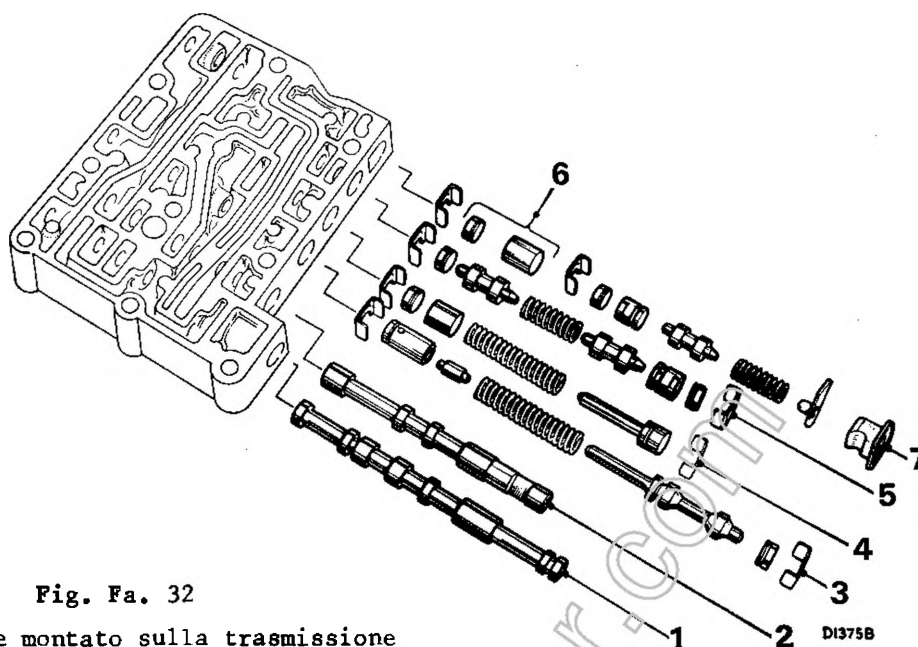
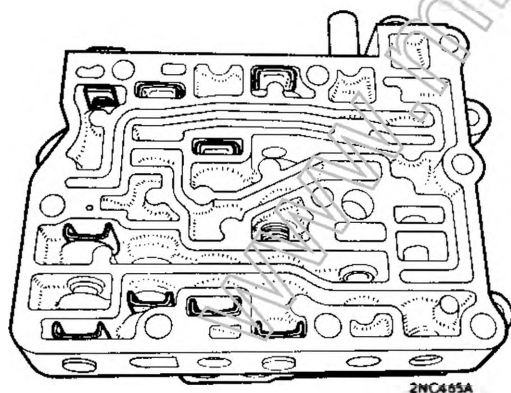
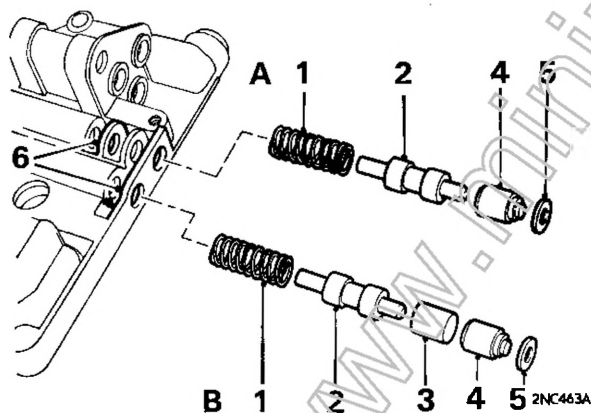

Fig. Fa. 32
Fig. Fa. 33
Fig. Fa. 34
8. Rimontare ogni assieme valvole nella sua giusta sede seguendo l'ordine inverso della scomposizione (vedi Fig. Fa. 32 alla pagina precedente). Controllare che gli anelli elastici ed i tappi siano nella giusta sede sul cassetto valvole come indicato alla pagina precedente (Figura Fa. 33); assicurarsi altresì che le rondelle di tenuta delle valvole pilota siano al loro posto esatto (vedi Fig. Fa. 34)